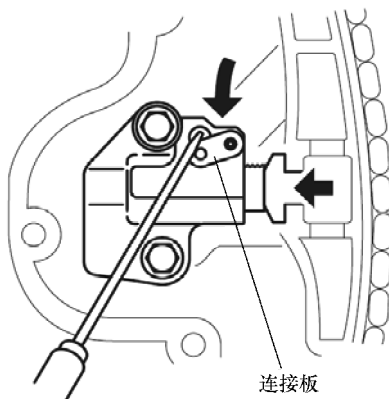

图 10-18 推入柱塞
② 按照图10-18中所示的方向缓缓地向后推动柱塞，同时仍然将连接板向下推动。
③ 放开连接板，同时仍然压下柱塞。
④ 略微放松柱塞上的压力，使柱塞来回移动2~3mm。